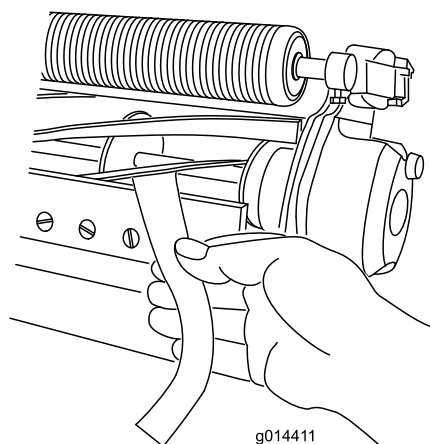

Figura 10
B. Inserte una tira larga de papel de prueba del rendimiento de corte (Pieza Toro N° 125-5610) entre el molinete y la contracuchilla, perpendicular a la contracuchilla (Figura 10), y gire el molinete **lentamente** hacia adelante; debe cortar el papel. Si no lo hace, repita los pasos A y B hasta que corte el papel.
11. Inserte una tira larga de papel de prueba del rendimiento de corte (Pieza Toro N° 125-5610) entre el molinete y la contracuchilla, perpendicular a la contracuchilla (**Figura 10**), y gire el molinete **lentamente** hacia adelante; debe cortar el papel. Si no lo hace, gire cada tornillo de ajuste de la barra de asiento 1 clic en sentido horario y repita este paso hasta que corte el papel.